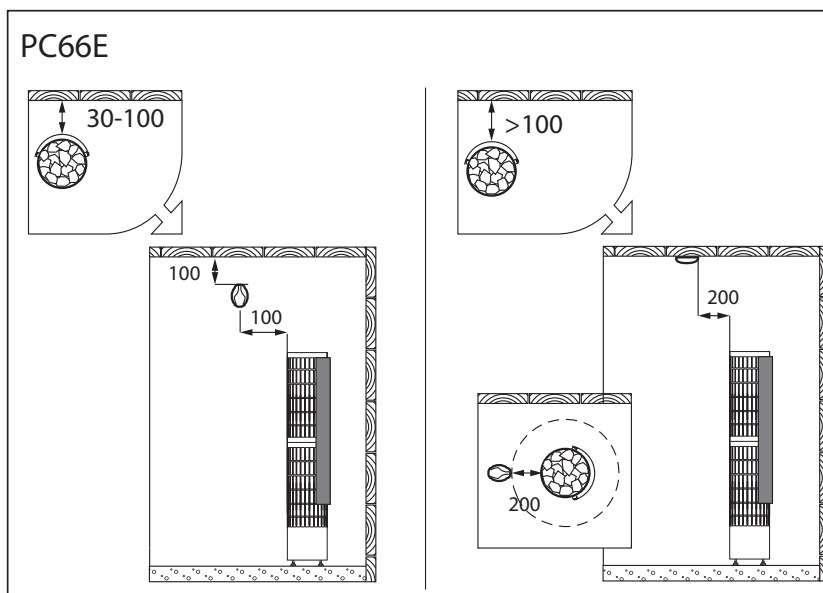

Рисунок 9. Установка датчиков (все размеры приведены в миллиметрах)
- Установите датчик (WX255) на стену сауны, как показано на рис. 9. При установке каменки от стены далее, чем 100 мм, датчик должен быть установлен на потолке.